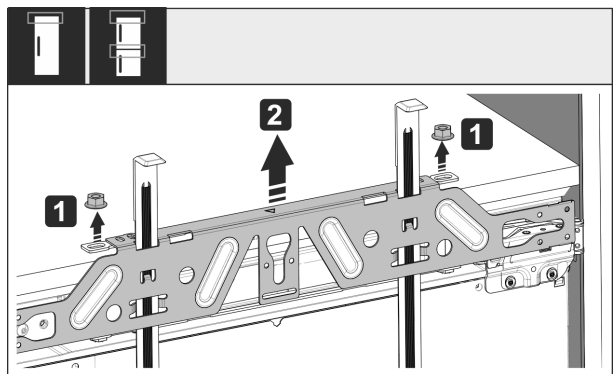

Fig. 53
- ▶ Borgmoeren Fig. 53 (1) losmaken.
- ▶ Bevestigingstraverse Fig. 53 (2) verwijderen.